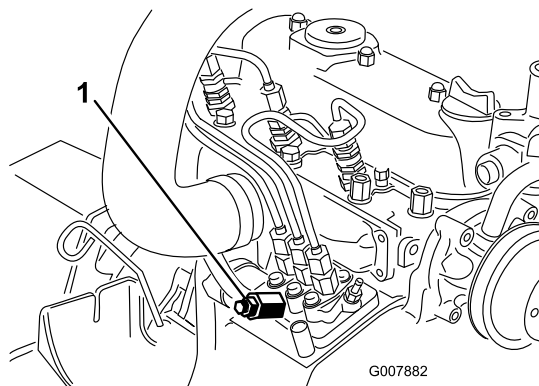

Figura 36
3. Coloque un trapo debajo del tornillo de purga de aire de la bomba de inyección de combustible, y abra el tornillo (Figura 36).